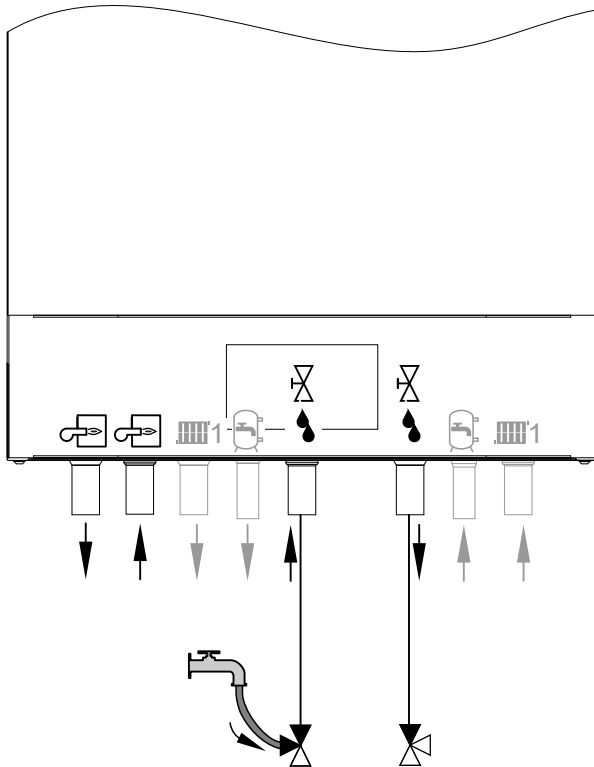

Abb. 65
1. 3-Wege-Kugelhahn im Einlass Befüll- und Spülschluss gemäß Abb. 65 öffnen.